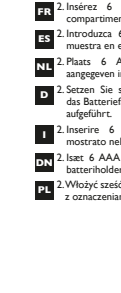

Fig. 1
1. To open the mill, twist the upper case anti-clockwise and lift (Fig. 1).
**ES** 1. Para abrir el molinillo, desenrosque la parte superior en sentido contrario a las agujas del reloj (Fig. 1).
**NL** 1. U opent de molen door het bovenste gedeelte van de molen linksom te draaien en het van de voet te tillen (Fig. 1).
**D** 1. Um die Mühle zu öffnen, drehen Sie den oberen Teil gegen den Uhrzeigersinn und nehmen Sie ihn ab (Abb. 1).
**I** 1. Per aprire il macinino, ruotare il vano superiore in senso antiorario e sollevare (Fig. 1).